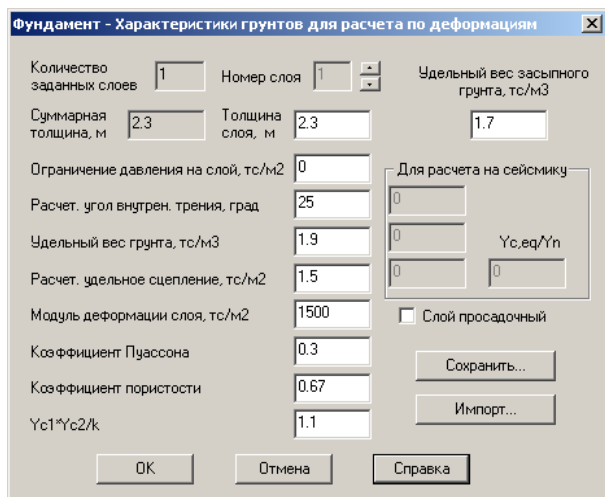

Рис.8.2.2. Окно диалога **Фундамент – Характеристики грунтов для расчета по деформациям** (слой №1)
- В открывшемся окне диалога **Фундамент – Характеристики грунтов для расчета по деформациям** (рис. 8.2.2) выполните следующие действия: